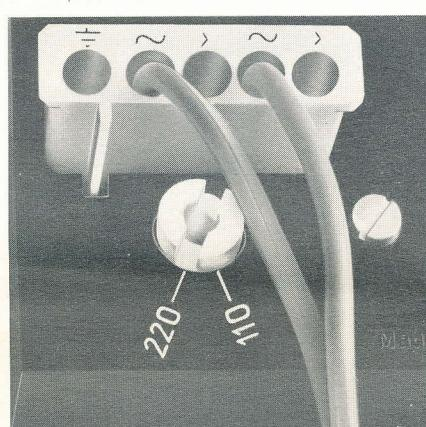

Fig. 2
B. No. 213 982, AMP-No. 160 565 / 1 (fig. 2)
Lorsqu'on raccorde le tourne-disques soit à un récepteur tous courants ou d'un auto-transformateur soit à un amplificateur d'un raccordement pareil, une mise à la terre spéciale de la platine est nécessaire. Une cosse est prévue à cet effet sur la fiche de branchement d'alimentation (fig. 2 et 3).